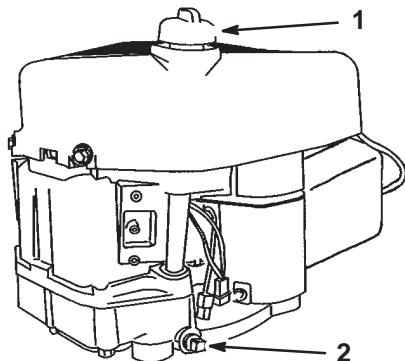

Bild 16
7. Reinigen Sie den Bereich um den Ölpeilstab (Bild 16), damit kein Schmutz in den Einfüllstutzen gelangen und den Motor beschädigen kann.
8. Stellen Sie eine Auffangwanne unter die ÖlAblassschraube (Bild 16) und nehmen Sie die Schraube ab.